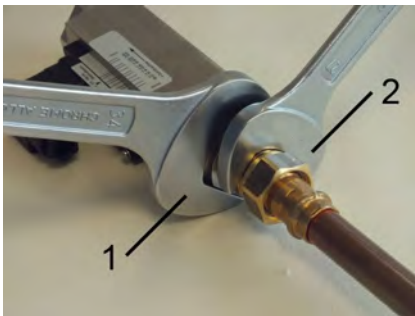

Abb. 10: Gerät einschrauben
- Mit passendem Maulschlüssel (Abb. 10/2) die Übergangverschraubung der Rohrleitung eindrehen. Dabei die Geräteverschraubung mit einem passenden Maulschlüssel (Abb. 10/1) gegenhalten